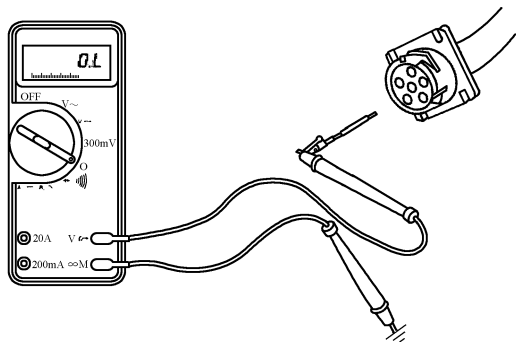
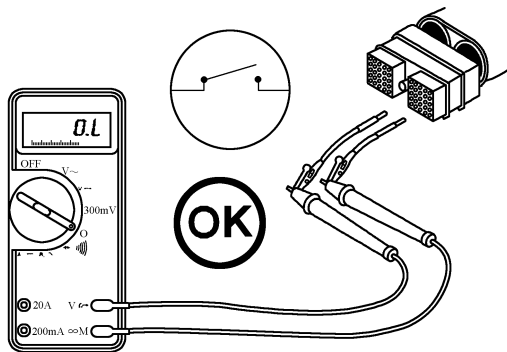

图 5-26 测量 J1587/J1708 数据通信接口开路电阻
图 5-27 检查 J1939 数据通信接口触针之间是否短路
② 对于 J1587/J1708 数据通信接口, 应分别测量 ECM 上 J1587 通信接口 (+)、(-) 触针与机体间的电阻(图 5-26), 电阻应大于 $100\text{k}\Omega$, 显示开路。如果电阻不合格, 应维修或更换发动机线束。
(4) 检查触针之间是否短路
① 对于 J1939 发动机数据通信接口, 分别测量 J1939 数据通信接口正极 (+) 触针、负极 (-) 触针与该插头中所有其他触针之间的电阻(图 5-27), 应显示开路, 即电阻大于 $100\text{k}\Omega$ 。如果不是开路, 应维修或更换发动机线束。